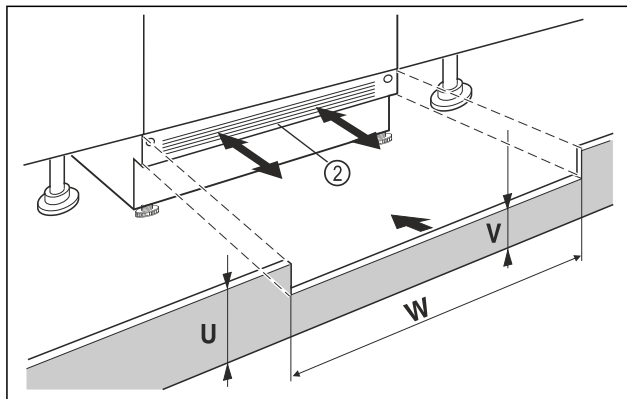

Fig. 40 Példaként szolgáló ábrázolás
- ▶ Helyezze fel a készülék lábazati takarólemezét Fig. 40 (2), de még ne rögzítse.
- ▶ Ha látható a lábazati takarólemez Fig. 40 (2), akkor annyira húzza előre, hogy a szellőzőrács elülső széle és a szekrény lábazati lemeze egy síkba kerüljön.
- ▶ Ha a lábazati takarólemez Fig. 40 (2) el van fedve, akkor tolja teljesen hátra.
- ▶ Ügyeljen arra, hogy a szellőzőnyílások teljesen szabadok legyenek: Szükség esetén vágja méretre a szekrény lábazati takarólemezének Fig. 40 (U) magasságát!
- ▶ Igazítsa be a kiálló rész magasságát Fig. 40 (V) a fülke szélében Fig. 40 (W) a készülék lábazati takarólemeze Fig. 40 (2) alatt.